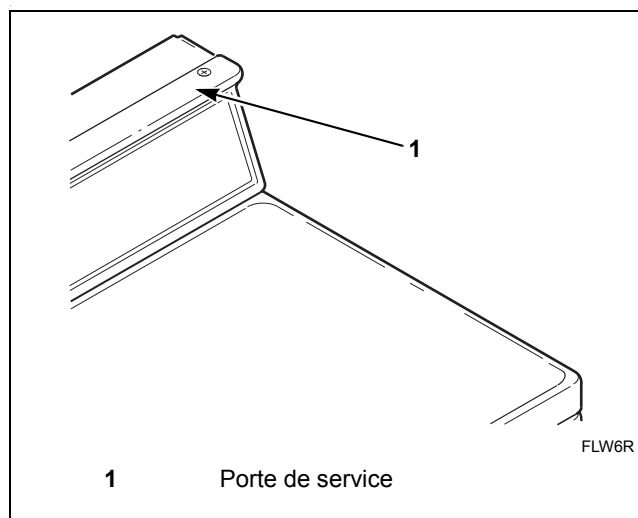

Figure 63
1. Ouvrir la porte de service. Se reporter à la Figure 63.